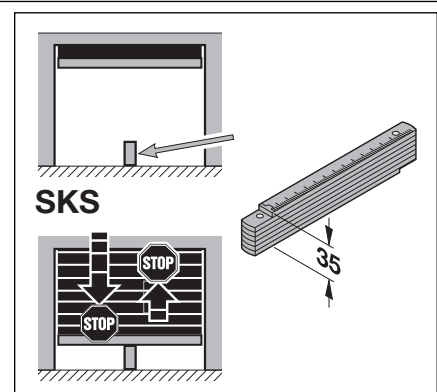

Abb. 6-19: Manuelles Einstellen der Position SKS-Stopp
5. In der Tormitte den Prüfkörper (Zollstock 35 mm hochkant) platzieren (siehe Abb. 6-19).